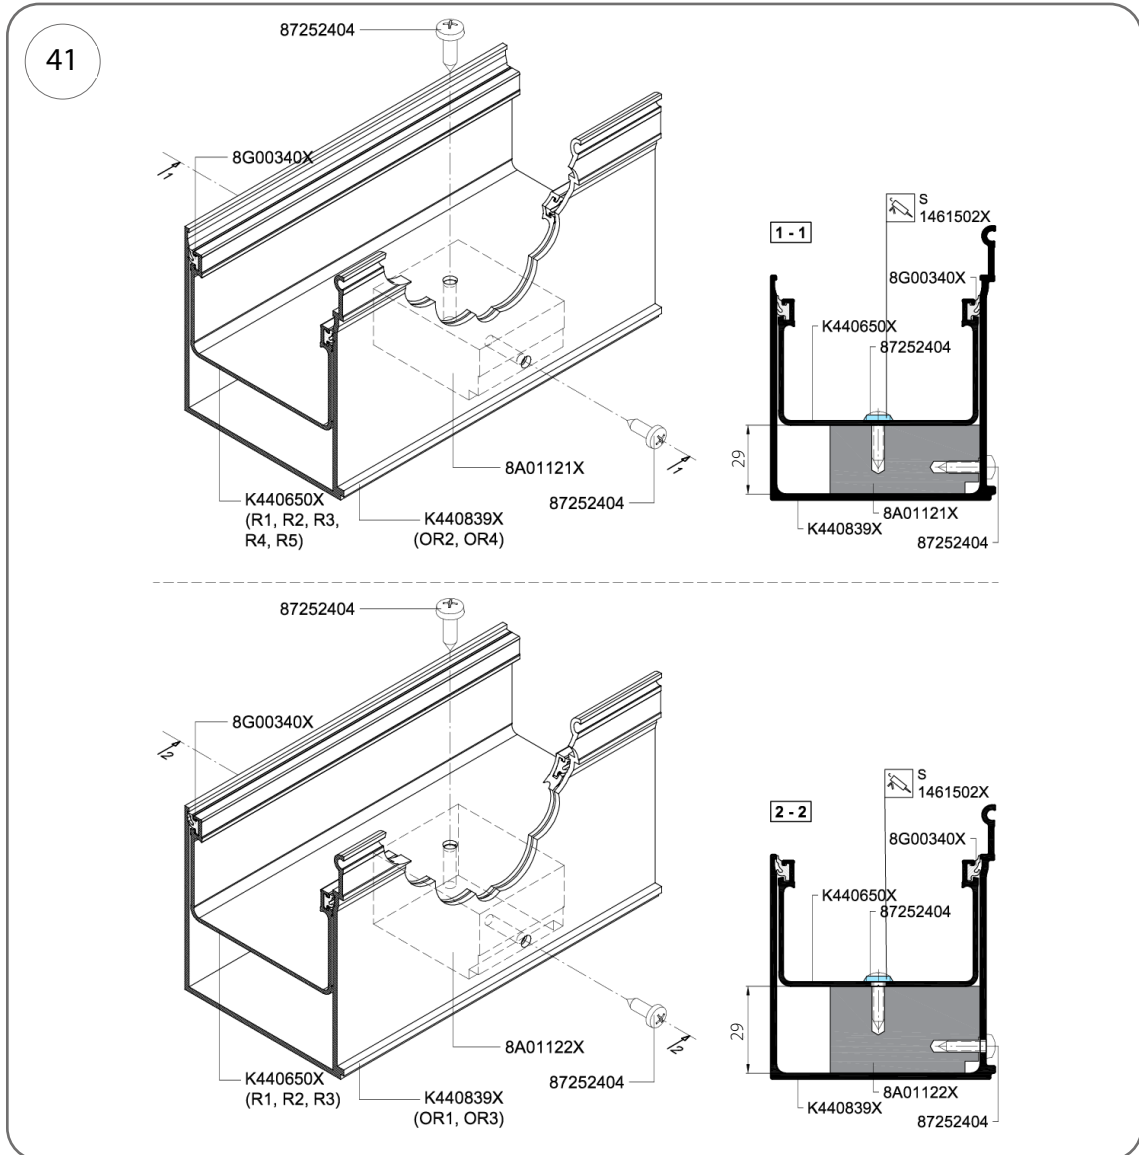

Рис. 41
5. Вставте жолоб K440650X у корпус жолоба K440839X і закріпіть його на корпусі, як показано на рис. 41.
На рис. 41 показано з'єднання жолоба K440839X з його корпусом K440839X.
Це з'єднання призначене для створення висоти падіння водостоку. Для цього, як показано на рис. 41, закріпіть прокладку № 8A01121X або 8A01122X на половині довжини водостоку за допомогою гвинтів 4,2 x 16 мм (№ 87252404).